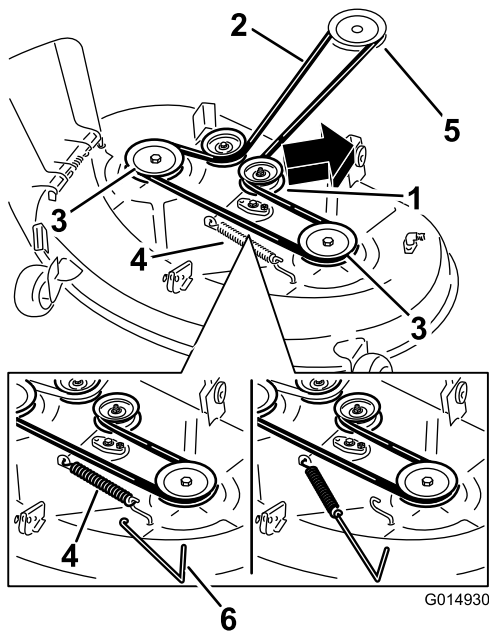
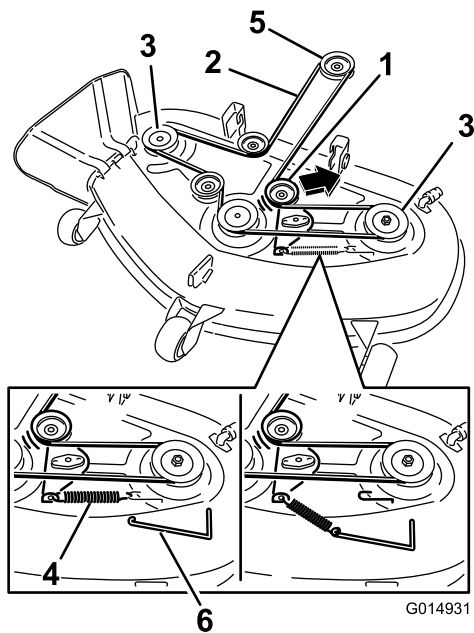

Figure 59
Figure 60
6. À l'aide d'un outil de dépose de ressort (réf. Toro 92-5771), décrochez le ressort du crochet sur le plateau pour détendre la poulie de tension et déchaussez la courroie des poulies (Figure 59 et Figure 60).
7. Acheminez la courroie neuve autour des poulies du moteur et du plateau de coupe (Figure 60).
8. À l'aide d'un outil de dépose de ressort, accrochez le ressort à l'ergot sur le plateau pour tendre la poulie de tension et la courroie de plateau de coupe (Figure 59 et Figure 60).